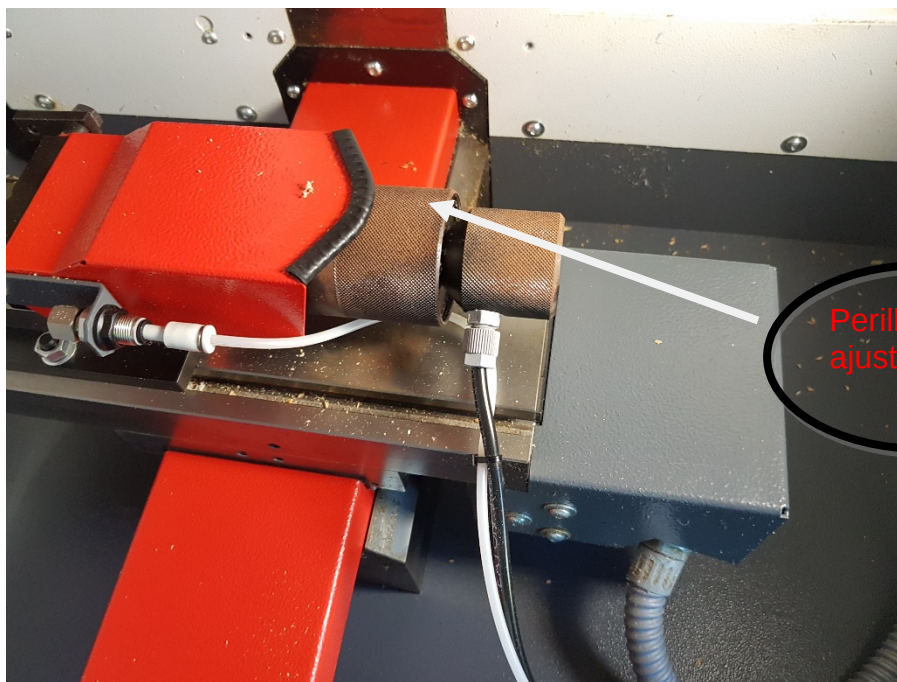

Ilustración 5.7 Perilla de ajuste
2. Colocar pieza, para esto presionar el botón de aflojar  . Posterior mente, manualmente ajustar con la perilla el tamaño de pieza (ilustración 5.7).